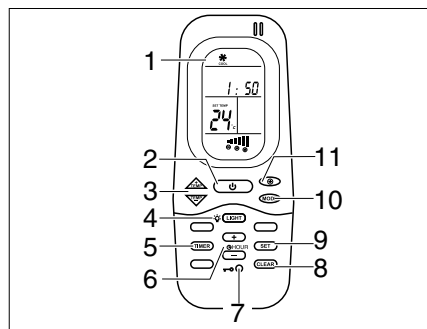
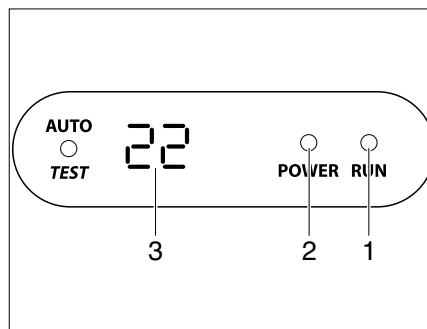

Bild 319 Fjärrstyrning
Bild 320 Display på diffusorn
Klimatanläggningen är monterad på fordonets tak. Fjärrstyrningen (Bild 319) för klimatanläggningen finns i köket.
- Anslut fordonet till 230 V-försörjningen. Klimatanläggningen är driftklar. Lysdioden (Bild 320,2) på diffusorns display lyser röd.
- Tryck på På-/Avslagningsknappen (Bild 319,2) på fjärrstyrningen för att starta. Lysdioden (Bild 320,1) lyser grön när klimatanläggningen arbetar med kylning. Lysdioden (Bild 320,1) lyser röd när klimatanläggningen arbetar med uppvärmning.
- Ställ in önskat driftläge med knappen MODE (Bild 319,10).
- Ställ vid behov in önskat fläktsteg med knappen (Bild 319,11) och rumstemperaturen med knapparna (Bild 319,3).
- Tryck på På-/Avslagningsknappen (Bild 319,2) på fjärrstyrningen för avslagning.
- Starta med På-/Avslagningsknappen (Bild 319,2) på fjärrstyrningen för att programmera klimatanläggningen.
- Tryck på knappen TIMER (Bild 319,5). ON-indikeringen för starttiden aktiveras.
- Ställ klockan med knapparna TEMP (+/-) (Bild 319,3).
- Tryck på knappen TIMER (Bild 319,5) igen. OFF-indikeringen för starttiden aktiveras.
- Tryck på knappen TIMER (Bild 319,5) igen.
- Tryck på knappen SET (Bild 319,9) i slutet av inställningen.
- Tryck på knappen CLEAR (Bild 319,8) för att radera timer-programmeringen.